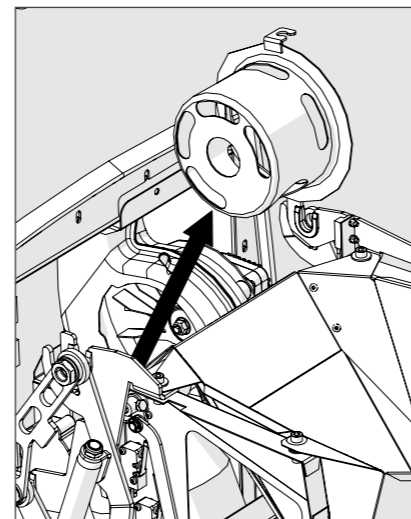

Ilustración 11
5. Quite la tapa del ventilador. Afloje el tornillo de retención girándolo ligeramente hacia atrás. Entonces, levántelo (Ilustración 11).